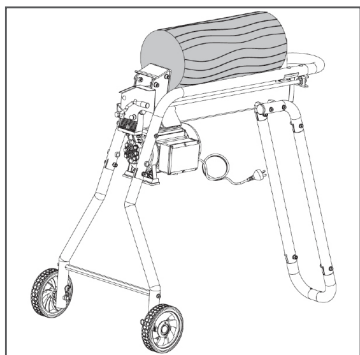

Рис. 8 Правильное положение бревна при расколе
5. Во время работы следите за тем, чтобы бревно ровно лежало на рабочей плите дровокола (Рис. 8).